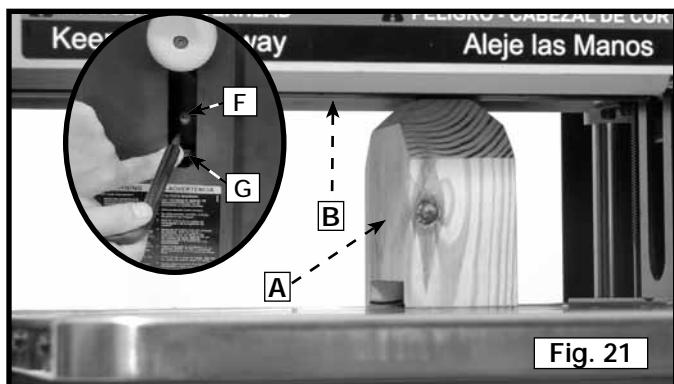

Fig. 21
- Positionner la cale étalon (A) fig. 21 sur la table, sous le porte-lame. Apposer une jauge d'épaisseur à lame de 0,5 mm (0,020 po) sur la cale étalon.
- Abaissez l'assemblée principale et tournez le porte-lame jusqu'à ce qu'un des couteaux (B) entre en contact avec la jauge d'épaisseur à lame. **REMARQUE :** Descendre le dispositif de protection (G, fig. 21 en médaillon) pour accéder à l'orifice hexagonal. Insérer la clé fournie dans l'orifice hexagonal (F), puis tourner le porte-lame. Serrer la poignée de verrouillage du porte-lame.